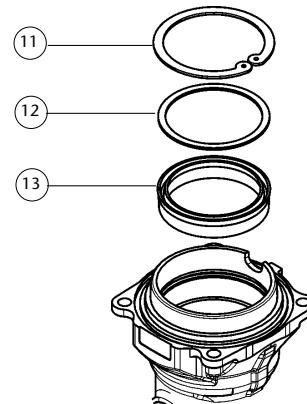

Fig. 10
5. Retirer le piston (10) et démonter l'anneau de sécurité (11), les rondelles (12) ainsi que le collier (13) (voir fig.10). S'assurer que le piston n'est pas rayé et remplacer les pièces endommagées si nécessaire.